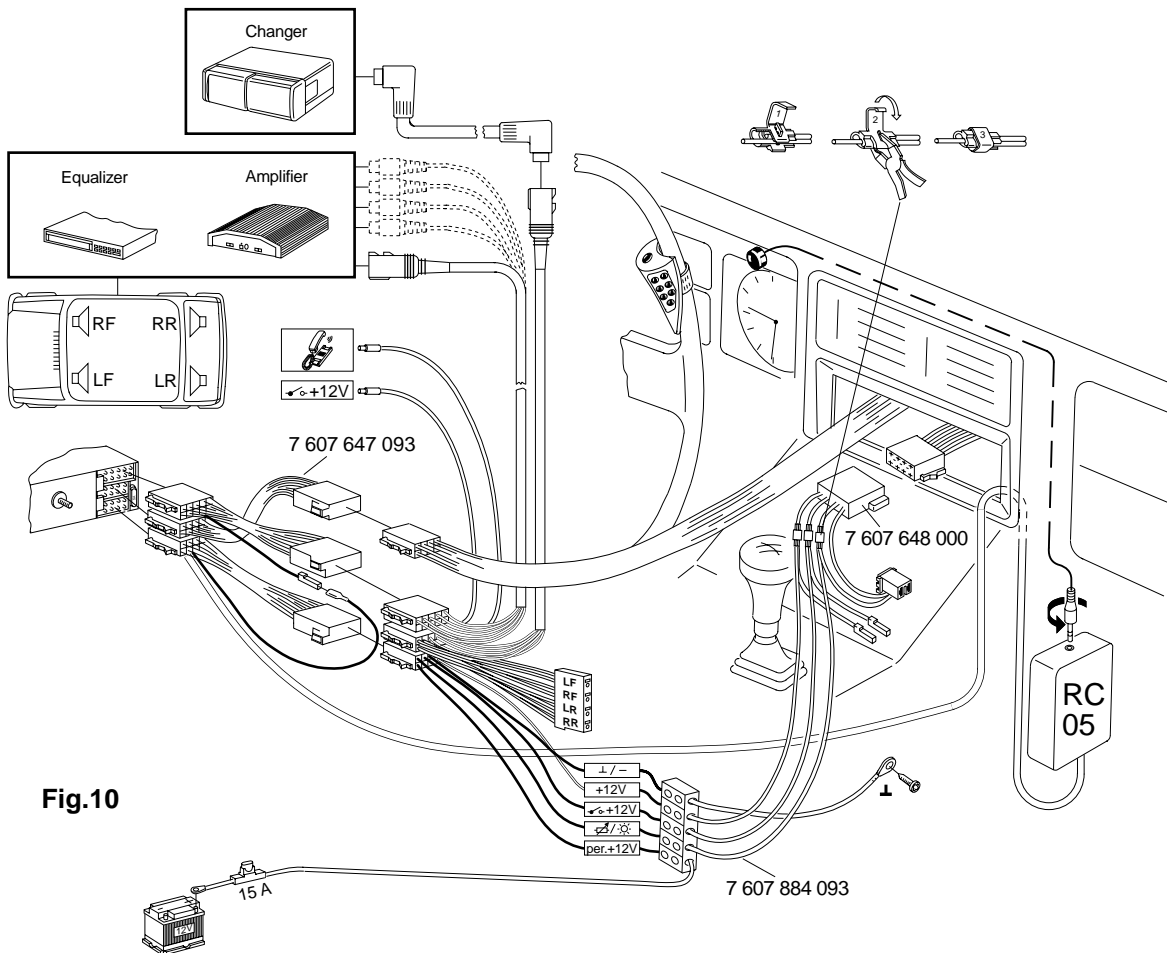

Fig.10
- Anschluß IR-Fernbedienung RC-05 Fig. 10